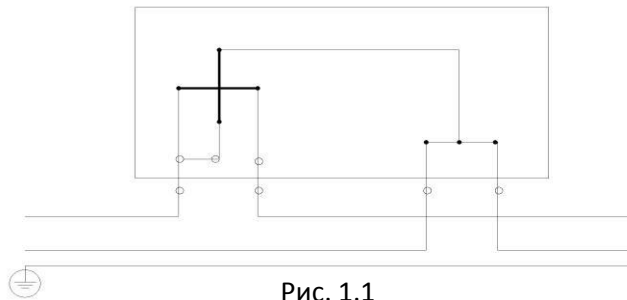

Рис. 1.1
1.2 Счетчик подключают согласно схеме, приведенной в его техпаспорте (рис.1.1).